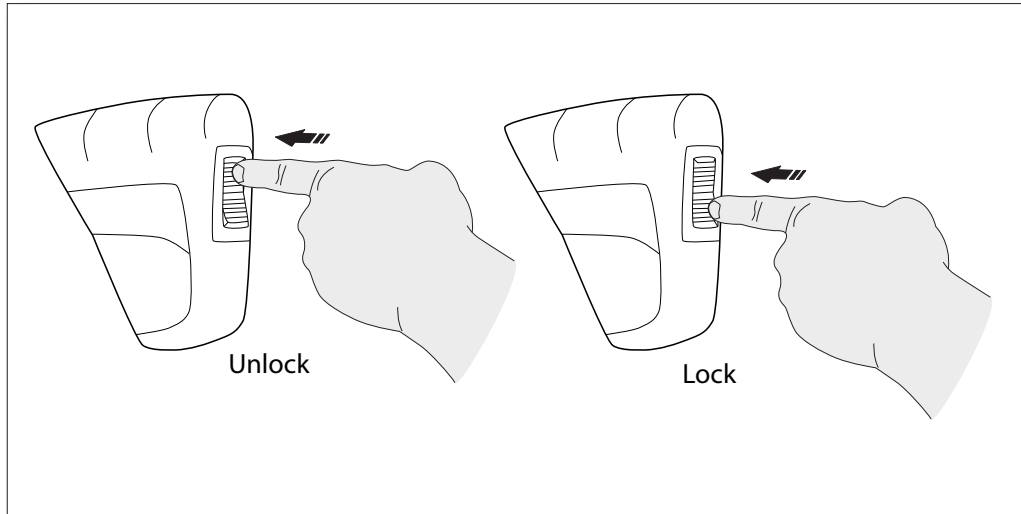

Fig. 7
- Para bloquear el gatillo de la pistola de la pistola objetivo lejos de usted y, a continuación, pulse el botón de bloqueo hacia adelante a la parte delantera de la pistola, **(Fig. 7)**, después de hacerlo, apriete o apriete el gatillo para asegurarse de que está bloqueado y no se mueve. Deje siempre botón de bloqueo en la posición de bloqueo cuando no está en uso. Esto garantiza que el arma se encuentra en modo de “seguridad” hasta que esté listo para su uso. Pulse el botón de bloqueo